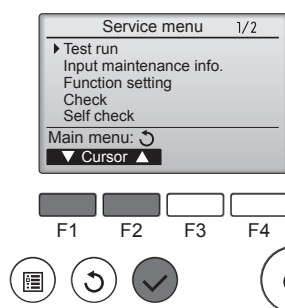

Fig. 7-3
- ③ Wählen Sie „Test run“ (Testlauf) mit einer der Tasten [F1] und [F2], und drücken Sie die [F1]-Taste. (Fig. 7-3)